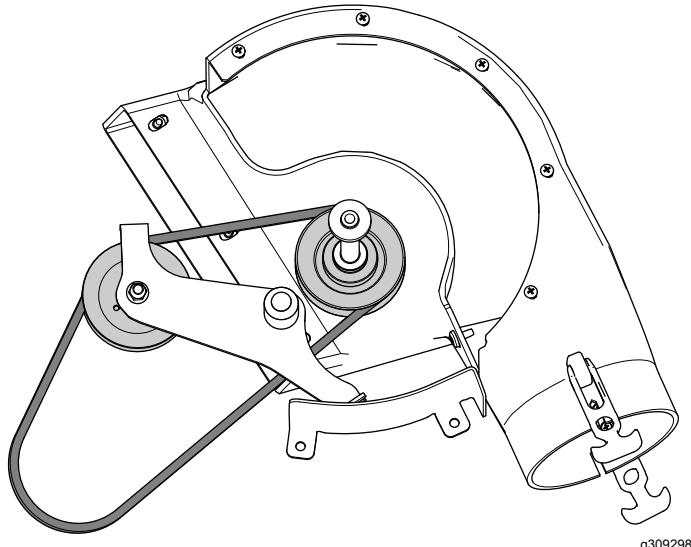

Figura 19
2. Montate la cinghia attorno alle pulegge all'interno del soffiatore (Figura 19).